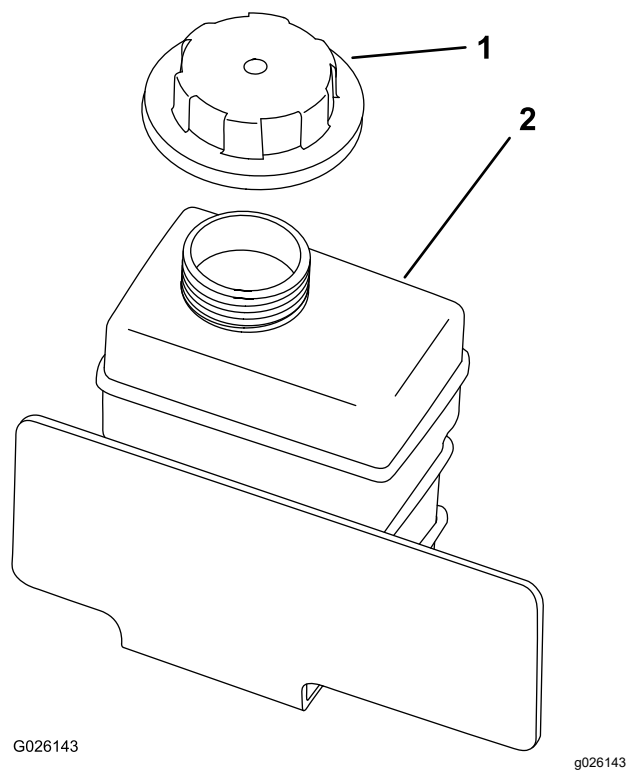

図 19
2. 補助タンクにあるラジエター液の量を点検する (**図 19**)。